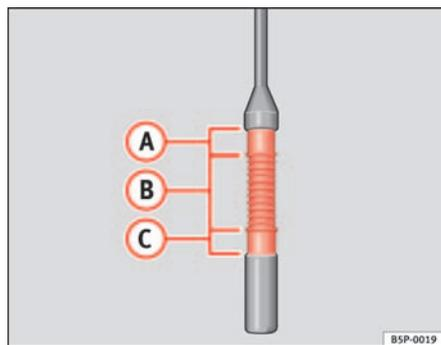

Fig. 154 Jauge d'huile-moteur
- Retirez de nouveau la jauge d'huile et lisez le niveau d'huile sur l'extrémité inférieure de la jauge ⇒ fig. 154.
Si le niveau d'huile se trouve dans la zone ⇒ fig. 154 , il ne faut pas faire d'appoint d'huile.